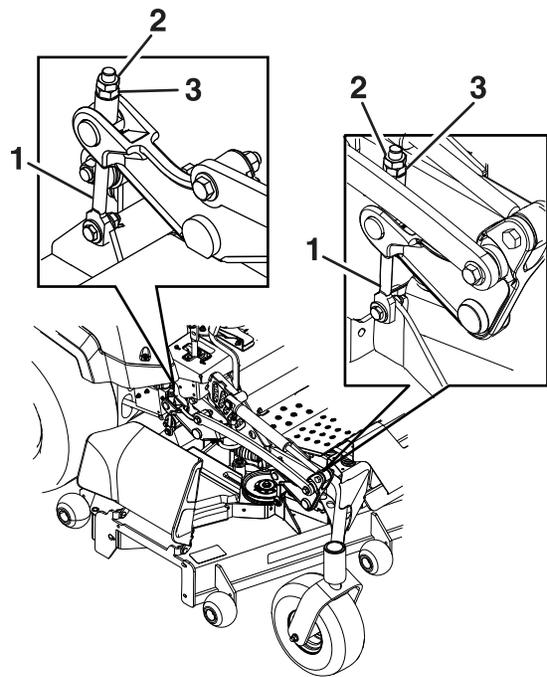

Figura 82
8. Mettete a punto il dado di regolazione sul gruppo di sollevamento del piatto di taglio anteriore ruotandolo (**Figura 82**).